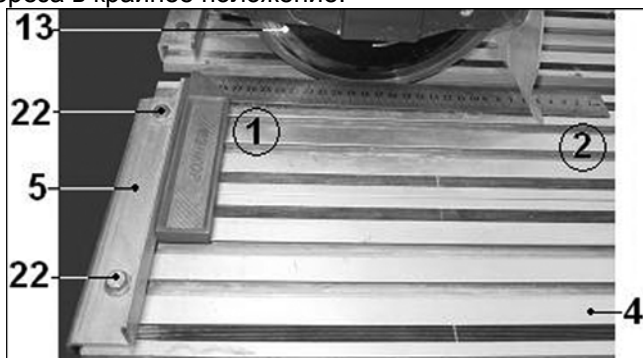

Рис. 8
10.1. Регулировка угла резания (Рис.8)
10.1.3. Как показано на Рис.8, положите угольник на рабочий стол (4) вплотную к фронтальному упору (5). Проверьте параллельность перемещения отрезного диска (13) в точках 1 и 2. При необходимости ослабьте болты (22), произведите регулировку угла 90° фронтального упора (5) относительно отрезного диска (13). По окончании регулировки надёжно закрепите болты (22).